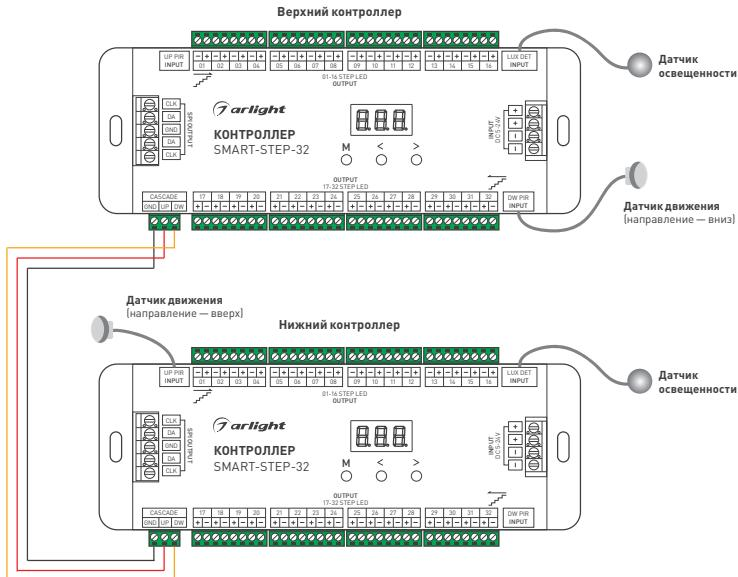

Рис. 6. Схема каскадного подключения контроллеров
3.8. Для расширения количества ступеней (до 64) допускается каскадное подключение двух контроллеров — рис. 6.